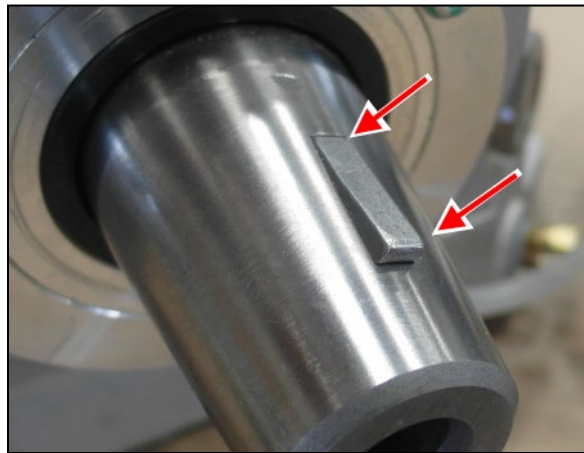

FIGURE 19
37. Pour éviter d'endommager l'alésage du rotor, s'assurer que la clavette Woodruff fournie avec l'embrayage est positionnée comme indiqué dans Figure 19, sinon elle pourrait bouger au moment d'insérer le rotor sur l'arbre.